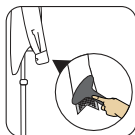

fig.28
2. Insérez la mini-planche dans la manche et défroissez en effectuant un mouvement vertical. (fig.28)